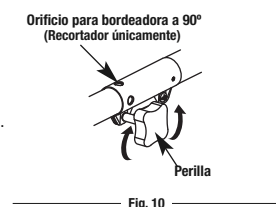

Fig. 10
1. Para aflojar, haga girar la perilla en sentido contrario a las agujas del reloj (Fig. 10).
1. Para aflojar, gire la perilla en sentido contrario a las agujas del reloj (Fig. 10).
3. Para apretar, haga girar la perilla en sentido de las agujas del reloj (Fig. 10).
- Para hacer recortes/bordeado decorativo **con el cabezal de corte**, trabe el botón de desconexión en el orificio a 90° (Fig. 10).